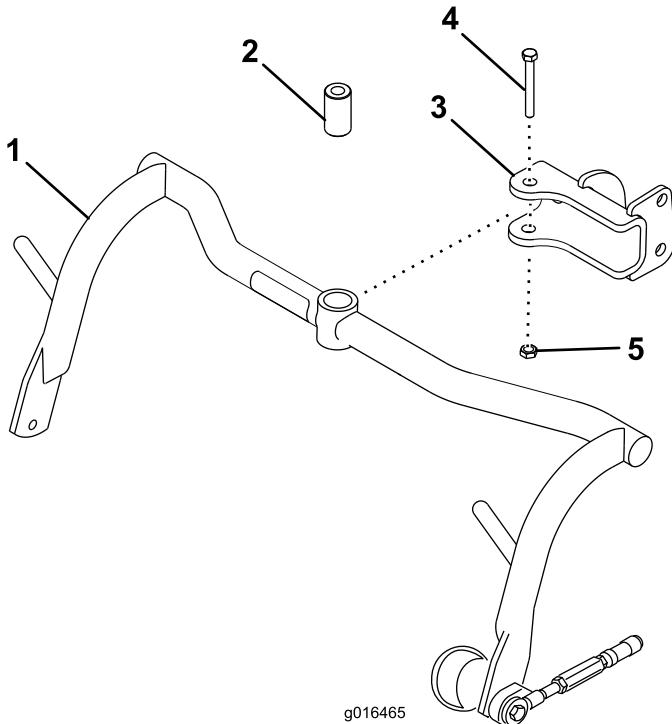

Figura 5
1. Monte um conjunto de estrutura de suporte em cada manilha com um espaçador e parafuso ($\frac{1}{2} \times 3\frac{1}{4}$ pol.); consulte Figura 5. Aperte com 91 a 113 N·m.